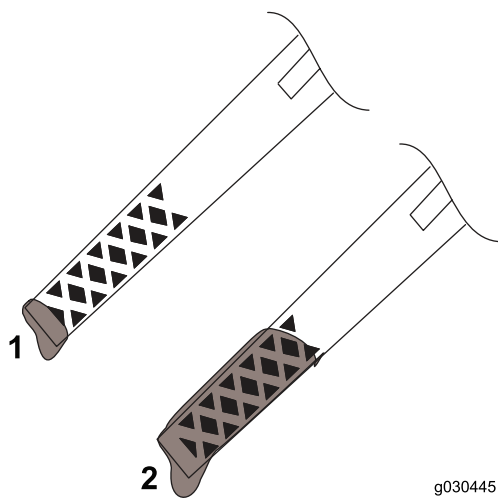

Figura 17
- Dacă nivelul de ulei este sub marcajul Add (Adăugă) de pe jojă (Figura 17), adăugai ulei. Consultați Schimbarea uleiului de motor \(Pagină 16\).
- Dacă nivelul de ulei este deasupra marcajului Full (Plin) (Figura 17), scurgeți excesul de ulei până când nivelul de ulei este la marcajul Full (Plin) de pe jojă; consultați Schimbarea uleiului de motor \(Pagină 16\).